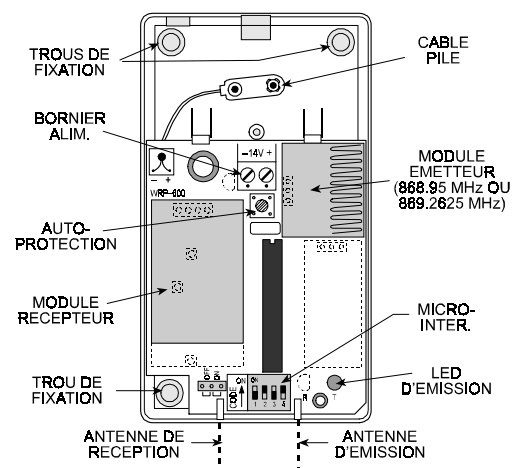

Figure 5. Intérieur du MCX-600
- B. Monter le fond comprenant le circuit imprimé à l'endroit choisi, en utilisant les trous pré-perçés (voir Fig. 5).